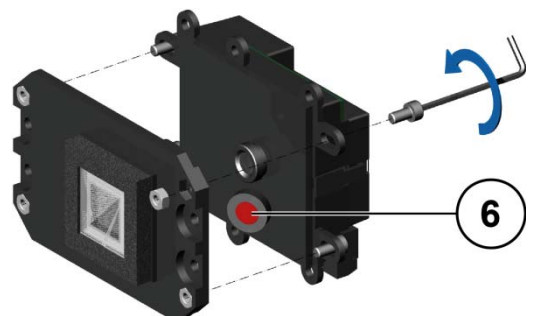

Abb. 9: Adapter an Kamera befestigen
- ▶ Entfernen Sie die Staubkappe (6) von der Kameralinse.
- ▶ Befestigen Sie den Adapter auf der Kamera mit 4x Mutter M4 und 4x Zylinderschraube M4x8 mm (Abb. 9).